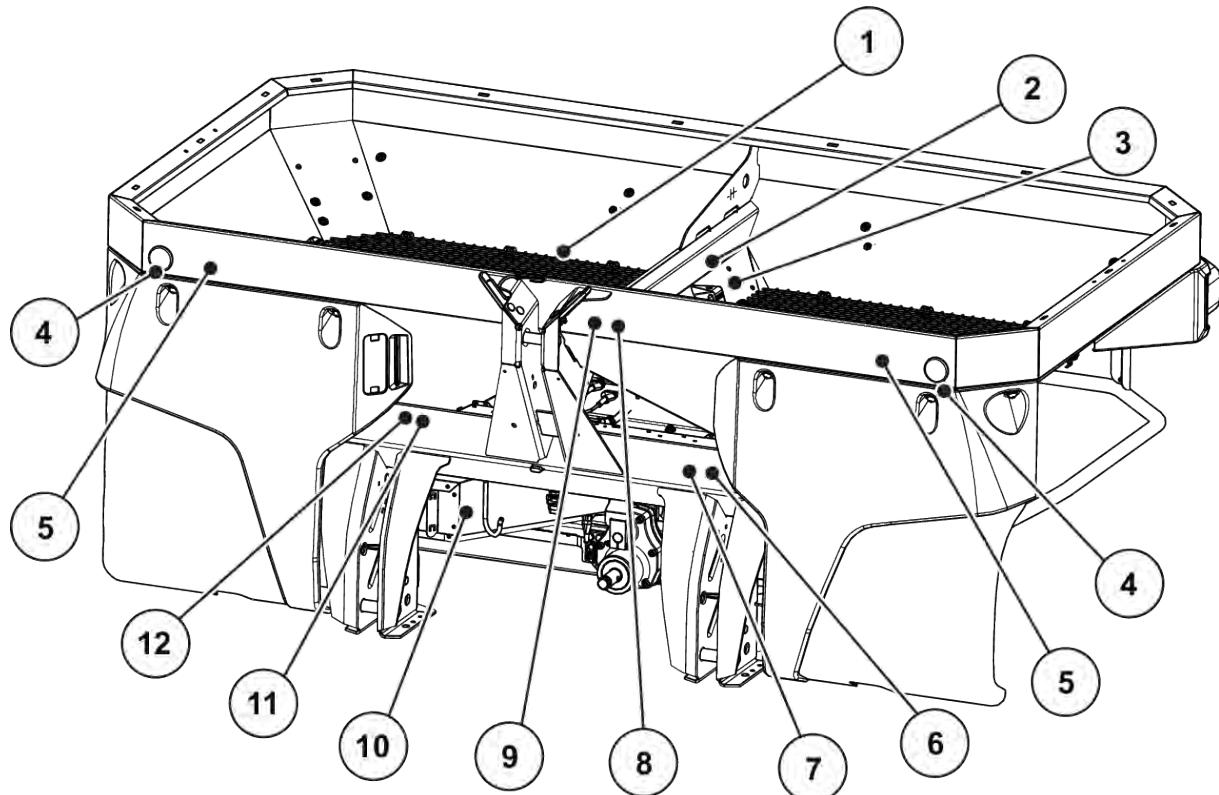

Рис. 2: Захисне обладнання, наклейки з попередженнями та вказівками, спереду
На заводі машина обладнується пристроєм освітлення та розпізнавальними засобами спереду, ззаду та з боків (іхнє розташування на машині наведено тут: *Рис. 2 Захисне обладнання, наклейки з попередженнями та вказівками, спереду*).
- Захисне обладнання - див.. *Рис. 2 Захисне обладнання, наклейки з попередженнями та вказівками, спереду*